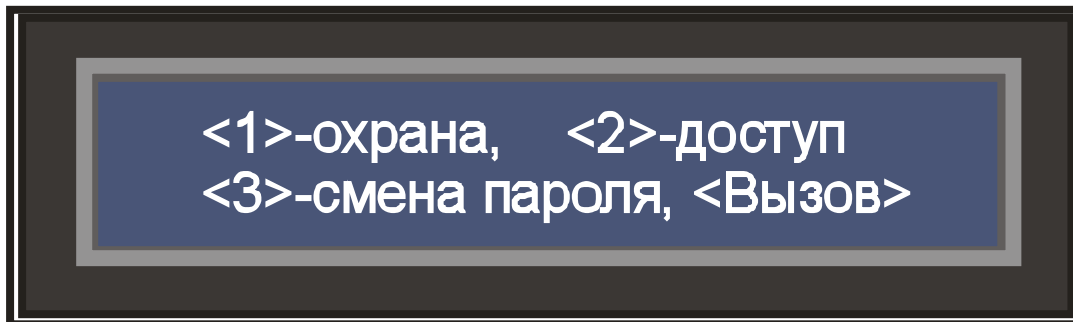

Рисунок 4 – Меню пользователя
- 3) Предъявить пропуск пользователя, зарегистрированного в системе и имеющего права постановки (снятия) зоны. На индикаторной панели включится подсветка и появится меню пользователя (см. рисунок 4).
- 2) Предъявить пропуск пользователя, зарегистрированного в системе и имеющего права постановки (снятия) зон. На индикаторной панели включится подсветка и появится меню пользователя (рисунок 4).
- 6) Ввести шестизначный пароль и нажать клавишу **“<|”** (Ввод) (если какая-либо из цифр введена неверно – ее следует удалить нажатием клавиши **“←”** (Отмена)). При успешном снятии с охраны появится надпись **«ВЫПОЛНЕНО!»** и панель индикации перейдет в меню пользователя (рисунок 4).
- 2) Предъявить пропуск пользователя, зарегистрированного в системе и имеющего права доступа. На индикаторной панели включится подсветка и появится меню пользователя (см. рисунок 4).
- 2) Предъявить пропуск пользователя, зарегистрированного в системе. На индикаторной панели включится подсветка и появится меню пользователя (см. рисунок 4).
- 2) Предъявить пропуск пользователя, зарегистрированного в системе. На индикаторной панели включится подсветка и появится меню пользователя (рисунок 4).